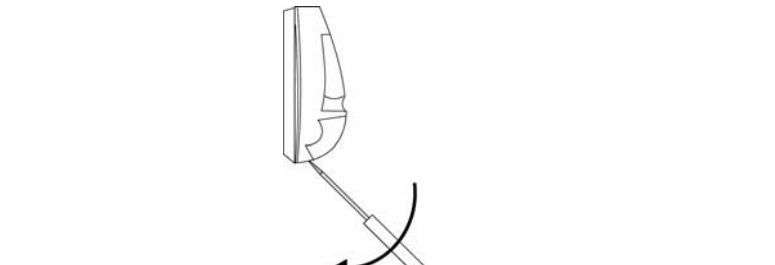

Fig. 1 Apertura dell'alloggiamento.
1. Inserire un cacciavite a punta piatta all'altezza della linguetta situata sul fondo dell'unità. Spingere il cacciavite con un'angolazione di circa 45°. Far forza sull'impugnatura del cacciavite fino a sganciare il coperchio dalla base dell'alloggiamento (Fig. 1).
2. Posizionare un ponticello di selezione sui pin di selezione banda di frequenza interessati (Fig. 1).
1. Posizionare un ponticello di selezione sui pin di selezione conteggio impulsi interessati (Fig. 1).